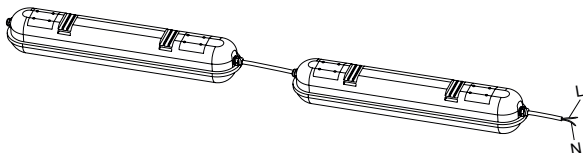

Рисунок 4
4.6 Конструкция светильника предусматривает шлейфовое соединение светильников в ряд (рисунок 4). Максимальное количество подключаемых светильников: ДСП 1422А, ДСП 1425, ДСП 1425А –15 штук.